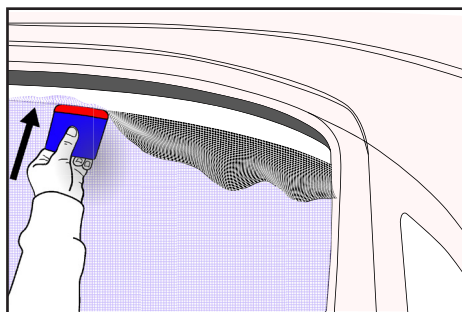

Figure 27
- ▶ Appliquer le film microperforé à l'aide de la raclette jusqu'en haut de la vitre. (FIG. 27)